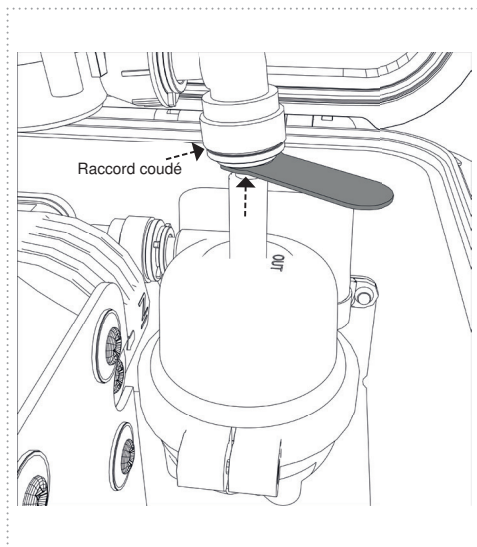

Figure 26
2. Détachez le raccord coudé du réacteur à l'aide de l'outil de desserrage (Fig. 26)